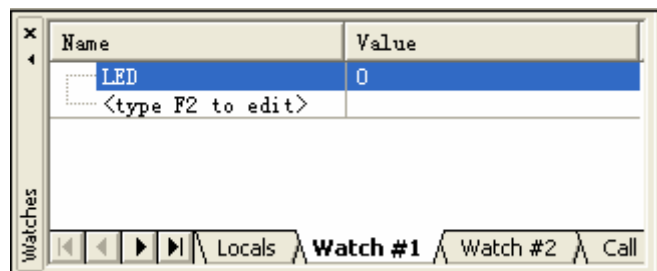

图 4-11
5. 用 **F7** 进行调试，观察当黄色的光标执行到“LED=0;”的时候，在实验板中引起的变化。如图 4-11。